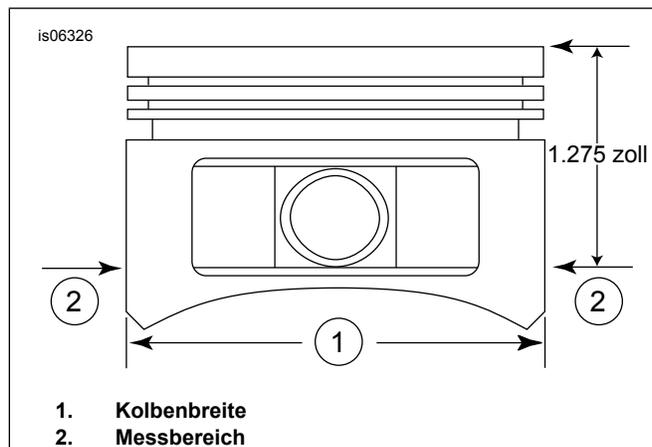

Abbildung 2. Kolbenmessungen
5. Siehe Abbildung 2. Die Kolbenbreite (1) 90 Grad horizontal von beiden Seiten des Pleuellagerbolzenlochs und 32,385 mm (1,275 in) unterhalb der Pleuellagerbodenfläche (2) messen. Die Passung zwischen Pleuellager und Zylinder an dieser Stelle aus Tabelle 5 ablesen.